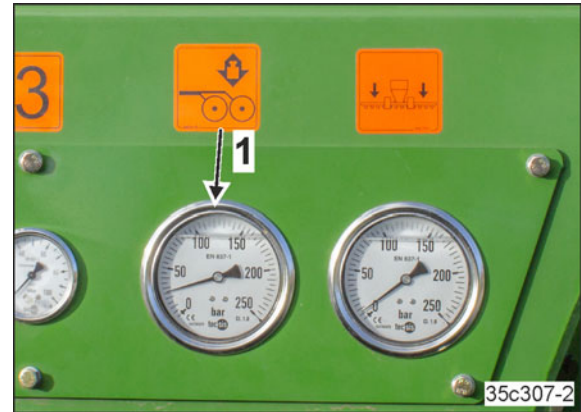

Bild 181
- Billarna arbetar med normalt plogbillstryck (Bild 181/1).
- Billarna arbetar med förhöjt plogbillstryck (Bild 181/2).